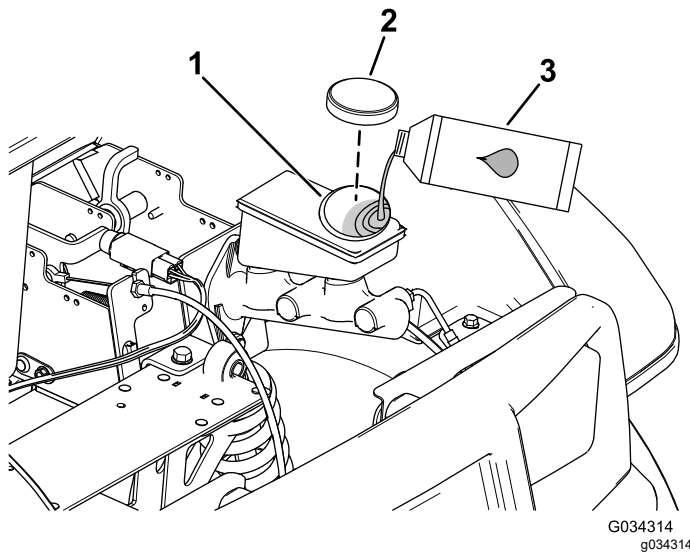

Figura 51
2. Ridicați capota pentru a avea acces la cilindrul principal de frână i la rezervor (Figura 51).
- A. Curăai zona din jurul capacului rezervorului i scoatei capacul (Figura 51).
- C. Montai capacul rezervorului (Figura 51).